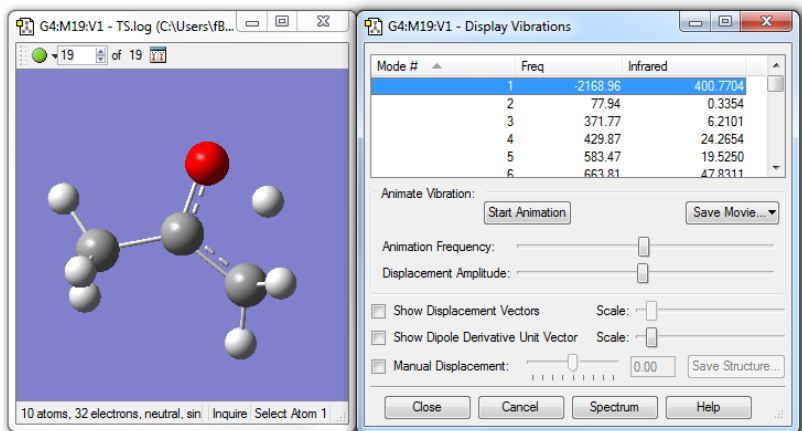

Рис. 9.5. Оптимизированная структура переходного состояния и первая отрицательная частота
4. Откройте полученный файл *.log в программе GaussView и посмотрите наличие отрицательных частот в *Results/Vibrations*. Должна присутствовать одна отрицательная частота колебания, соответствующую переходному состоянию (рис. 9.5). При запуске анимации атом водорода перемещается между атомом углерода и кислорода.